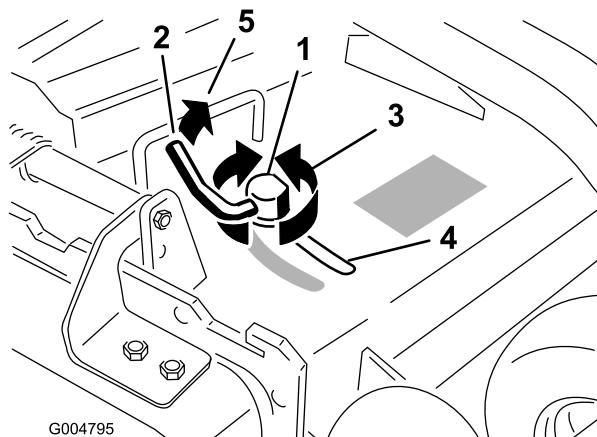

Figure 19
- Pour régler le verrou à came, soulevez le levier pour desserrer le verrou (Figure 19).
- Repoussez le levier à sa position d'origine pour serrer le déflecteur et le verrou (Figure 19).